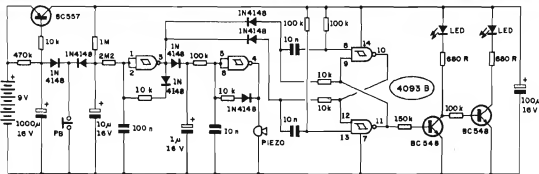

Fig.1
- FIG. 1 - O CIRCUITO - O super-sítio Integrado C.MOS 4093 encontra-se no "coração" do circuito, com seus 4 gates NAND de 2 entradas cada (função Schmitt Trigger) exercendo as atribuições de 3 blocos fundamentais do ODODE... Três transistores comuns (BC557 e BC548) auxiliam o 4093, em termos ativos... O "resto" são os dois LEDs indicadores finais, alguns diodos de isolamento e acoplamento, resistores e capacitores comuns, tudo distribuído num circuito apenas aparentemente complexo... Vejamos seu funcionamento, em uma análise simples: A alimentação (9 VCC, da bateria...) é permanentemente aplicada (não há interruptor geral); quando o interruptor de pressão Normalmente Aberto (PB) é acionado, o capacitor eletrolítico de 1000u (que estava carregado pela presença do resistor de 470K) se descarrega, imediatamente, através do diodo 1N4148 situado entre os ditos componentes... Com isso, o BC557, que se encontrava "cortado" (inibindo a alimentação geral para todo o circuito do ODO-DE...), "liga", permitindo que o circuito trabalhe por um tempo de aproximadamente 20 segundos, condicionado pelos valores do citado resistor de 470K e capacitor de 1000u (decorrida essa Temporização, novamente todo o circuito será desenergizado...). O gate do 4093 delimitado pelos pinos 1-2-3 está circuitado em oscilador controlado por Tensão, cuja Frequência básica é determinada pelo resistor de 10K e capacitor de 100n... Inicialmente, a Frequência é relativamente alta (em torno de 10 Hz), porém, à medida que a carga (escoada via diodo 1N4148, quando da pressão inicial sobre o push-button) no eletrolítico de 10u vai se elevando (através do resistor de 1M ao positivo da alimentação...), a Tensão aplicada ao oscilador via resistor de 2M2 faz com que, lentamente, o dito ritmo caia, até "zero" (quando, então, o oscilador pa-
- FIG. 4 - DETALHES DO "LEDÃO"... - Conforme o Leitor/Hobbysta viu na LISTA DE PEÇAS, recomendamos a utilização de LEDs do tipo com grande área luminosa, retangulares, popularmente chamados de "Ledões"... Esses LEDs mostram uma "janela" considerável, translúcida, com um rendimento sensivelmente melhor do que os convencionais (redondos, 5 mm), embora seu preço não seja muito maior do que o dos componentes comuns do gênero... A figura mostra o símbolo esquemático adotado para representar o componente (rever esquema, na fig. 1), bem como sua aparência, enfatizando a identificação das suas "pernas", sempre considerando que o terminal de **catodo** (K) corresponde ao pino **mais curto**... Na absoluta impossibilidade de se obter esses "Ledões", não haverá problema em se usar outros formatos ou tamanhos de LEDs (embora, naturalmente, com menor "impacto" luminoso, alguma perda na visualização final...).